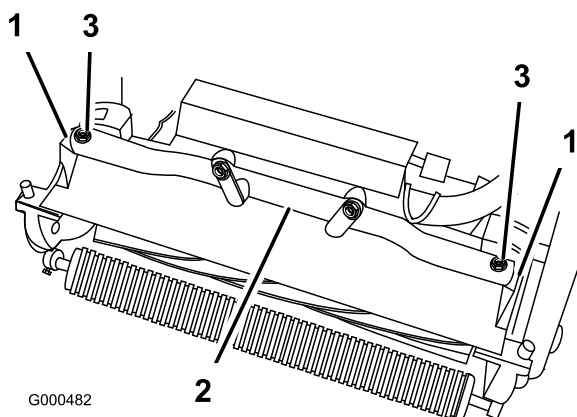

Figura 48
4. Retire (2) as cavilhas que fixam os braços articulados da unidade de corte ao tubo da estrutura da unidade de tracção (Figura 48).
5. Rode os braços articulados para a frente (Figura 48) e apoie a unidade de tracção sobre o apoio fixo.